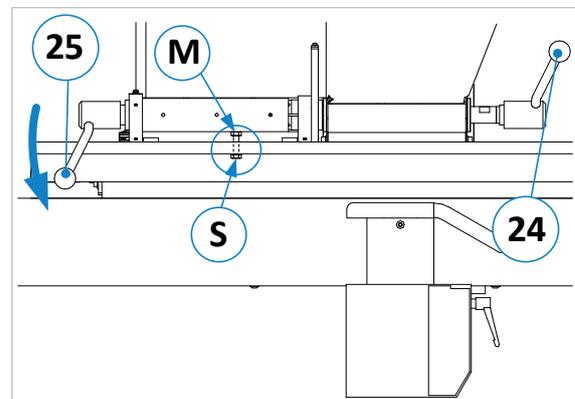

Figure 39 : calibrer l'angle à 90 degrés
2. Pour corriger, ouvrez le levier de serrage (**24**) et tirez le levier de réglage (**25**) complètement vers l'avant (sur la position 45°). Débloquez le contre-écrou (**M**) maintenant accessible à l'aide d'une clé à fourche 13 mm (voir \Rightarrow Figure 39). Tournez ensuite la vis (**S**) soit vers l'intérieur, soit vers l'extérieur, jusqu'à ce que la butée soit à nouveau à 90° (voir \Rightarrow Figure 39).